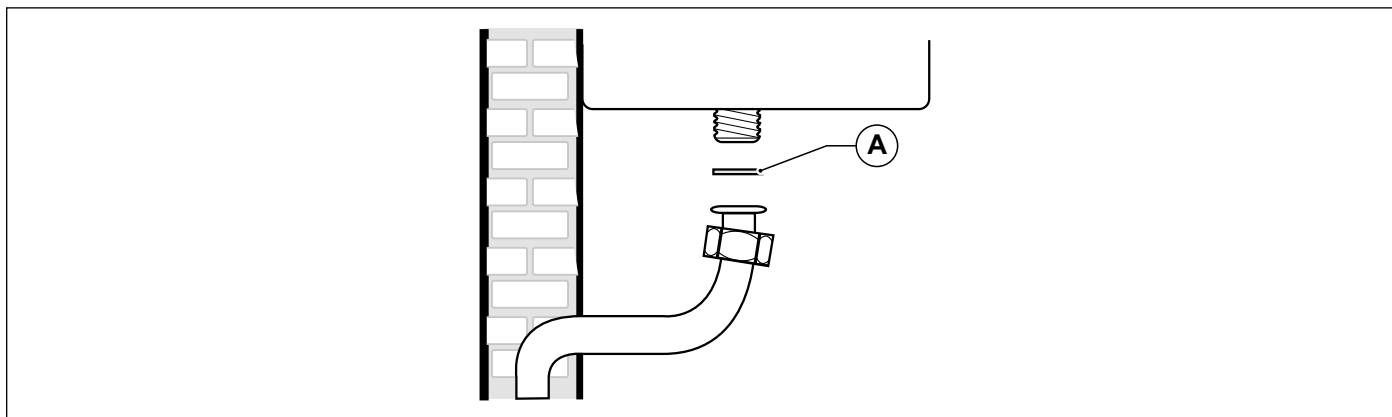

Fig. 8 Ligação à rede de gás
Para a ligação do gás à tubagem de alimentação da caldeira **É OBRIGATÓRIO** inserir uma junta (A) em batente com medidas e materiais adequados (veja Fig. 8 Ligação à rede de gás).